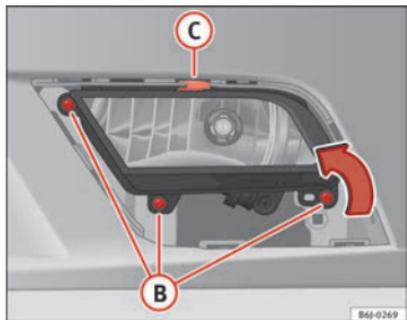

Fig. 159 Projecteur antibrouillard
- Retirez les vis (3x) ⇒ fig. 159 **B** pour retirer le projecteur antibrouillard.
- Retirez l'agrafe métallique située sur la partie supérieure du projecteur antibrouillard vers l'extérieur du véhicule ⇒ fig. 159 **C**.